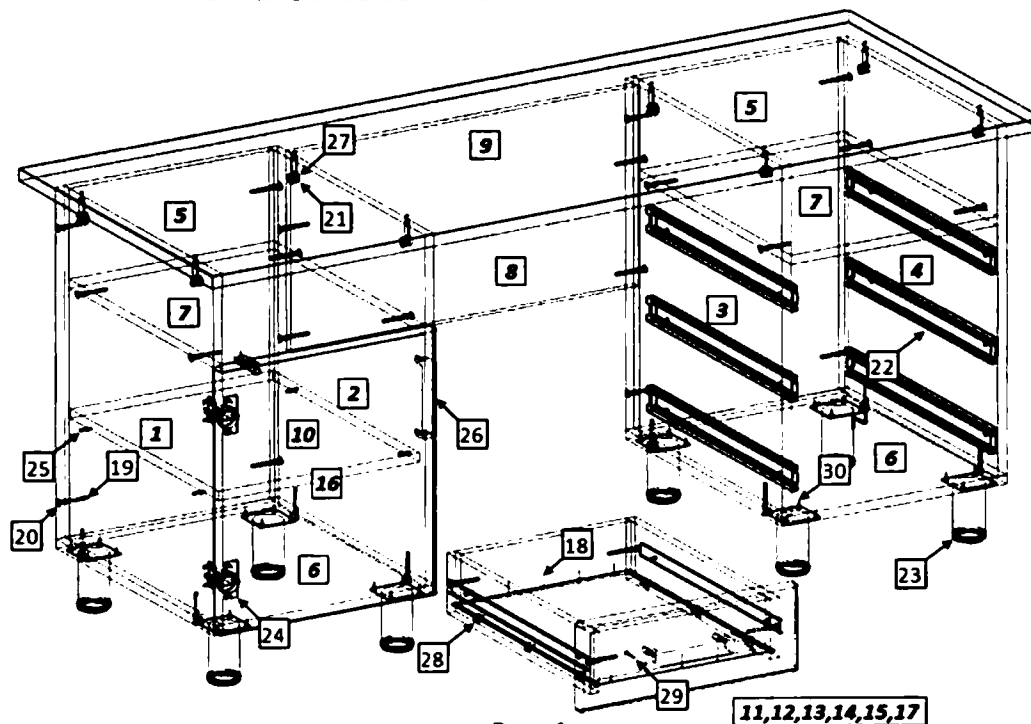

Рис. 1
1. Внимательно ознакомьтесь со схемой сборки, изображённой на рис. 1, сверяясь со спецификацией на изделие. Согласно схеме и спецификации определите расположение деталей в изделии и порядок их сборки. Сборка производится на ровном полу, укрытом материалом, предотвращающим повреждение покрытия пола и деталей мебели. Подготовьте необходимые для сборки инструменты – плоскую и крестовую отвёртки, молоток, рулетку или линейку.
2. На боковых стенках (1,2,3,4) установите цилиндрические части эксцентриковых стяжек (27). На боковых стенках (3,4) шурупами 4×16 (30) закрепите направляющие (22). На боковых стенках (1,2) установите полкодержатели (25). На боковой стенке (1) закрепите монтажные планки петель (24). На крышке (9) установите штоки эксцентриковых стяжек (27).
3. Евровинтами (19), как показано на рис. 1, соедините боковые стенки (1,2,3,4) с вертикальными стенками (5) и горизонтальными стенками (6,7). На горизонтальной нижней стенке при помощи шурупов 4×16 (30) установите регулируемые опоры (23). Собранные тумбы соедините вертикальной стенкой (8), установив её при помощи евровинтов. Установите крышку (9). Затяжка соединения производится путём поворота эксцентриков до упора в направлении стрелки, выштампованной на корпусе стяжки. Закройте видимые головки евровинтов и эксцентриков заглушками (20,21).
4. На двери (16) шурупами 4×16 (30) закрепите петли (24), установите ручку (26). Закрепите дверь к боковой стенке стола. Отрегулируйте положение двери винтами петель. Установите полку (10) на полкодержатели (25).
5. Сборка ящиков. Евровинтами (19) соедините боковые стенки ящика (11,12) с задней (13) и передней (14) стенками. Дно ящика (15) установите в пазы и закрепите к задней и передней стенке гвоздями (18), к боковым стенкам – уголками (28). Шурупами 4×16 (30) закрепите узкие части направляющих (22). Шурупами 3.5×30 (29) закрепите фасад (17) к передней стенке ящика (14). Установите ручку (26). Установите собранные ящики в корпус стола.